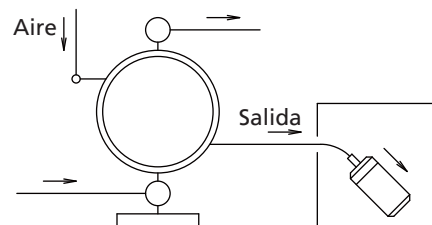

Figura 14
- El escape deberá orientarse hacia afuera, no hacia el fluido en el cual la bomba esté sumergida. Para obtener información sobre cómo orientar el escape, consulte el Aviso - Disposición del escape externo, y la Figura 14.